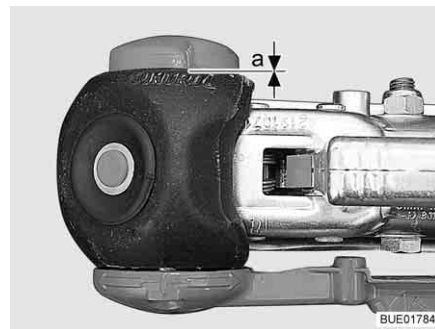

Fig. 198 Controllo usura
- Distanza $a = 0$ (Fig. 198): Controllare guarnizioni di attrito ed ev. sostituirle.